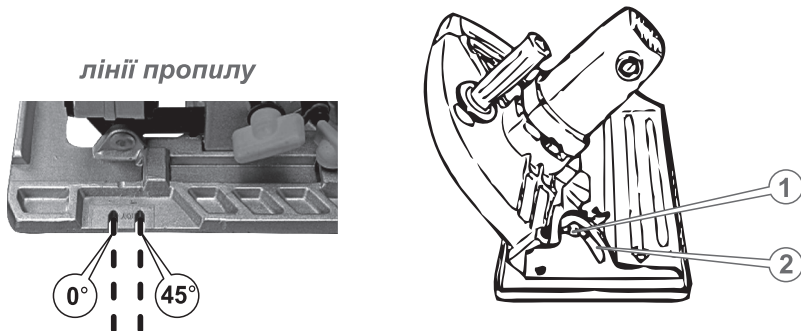

Рисунок 5. Схема регулювання кута різу.
1. Встановити пилу на рівній чистій поверхні верстата в положення, як на рис. 5.
2. Послабити затискний гвинт регулювання кута різь (1, рис. 5) механізму регулювання кута різь.
хідний кут різу (у межах від 0 до 45°), використовуючи градуйовану шкалу (2, рис. 5).
4. Надійно затягнути гайку-баранець (1, рис. 5) механізму регулювання кута різу.